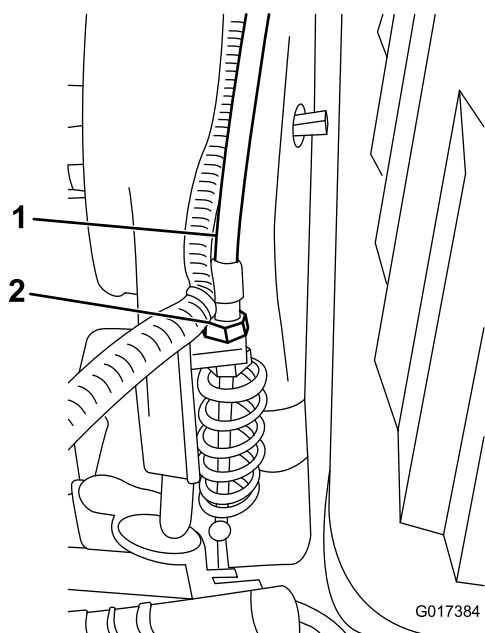

Figura 51
3. No anteparo da transmissão, ajuste o cabo de controlo do cilindro (Figura 51) para atingir um comprimento de mola de 70,6 a 72,4 mm.